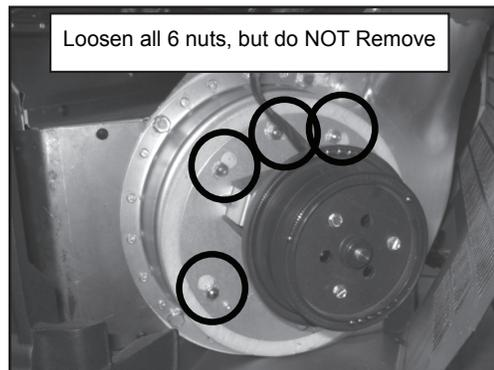

Figure 28.6
- Retirez le panneau latéral et utilisez une douille de 11/32 pour desserrer les six écrous, mais sans les enlever. Tournez le ventilateur et retirez-le du boîtier (**Figure 28.6**).